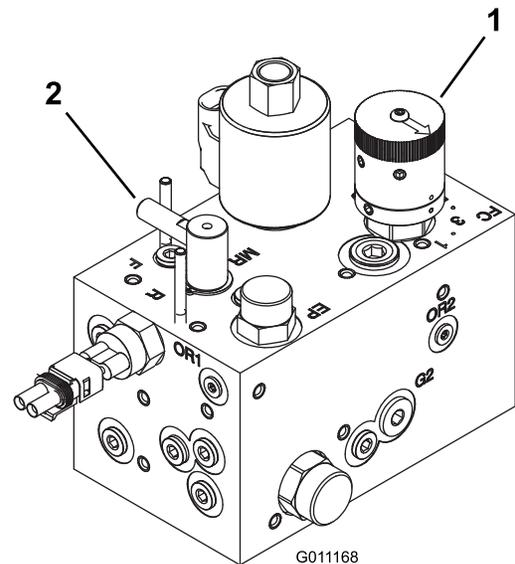

図 47
2. リール速度コントロールノブ 図 47 を、ステップ 1 で決めた番号に合わせる。